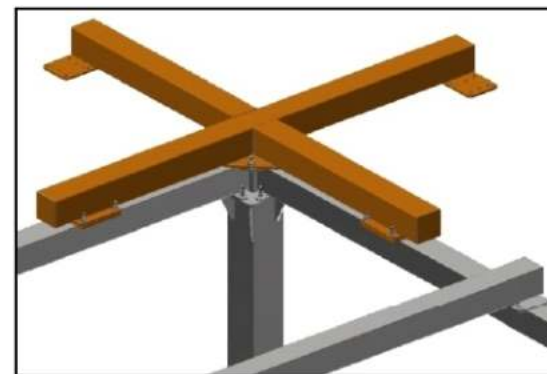

рис. 6
4. На верхние опорные поверхности устанавливаются элементы верхней обвязки и X-образные кронштейны. Крепятся болтами М12х50 с шайбами и 2 гайками (рис. 6).